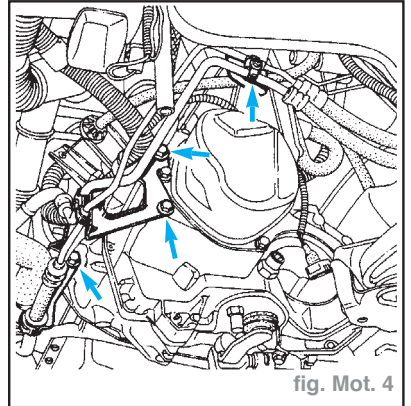

fig. Mot. 4
- Pour faciliter la dépose du groupe moto-propulseur, dévisser les deux pattes de fixation des tuyaux de direction assistée sur la boîte et l'avant moteur et les remonter sur le haut du moteur (fig. Mot. 4).